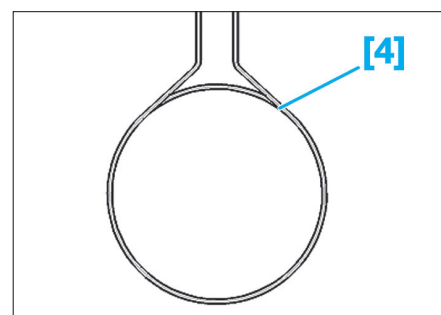

Fig. 5
- [4] Centreur de poulie (réf : 0188.AH) (Fig.5).